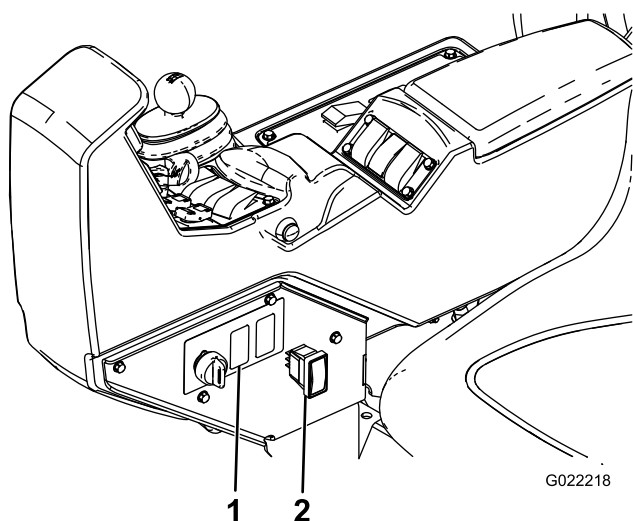

Figure 29
réservoir de rinçage, sur le côté gauche de la console (Figure 29).
4. Retirez l'obturateur sur le côté de la console (Figure 29).
7. En passant par l'ouverture de la console, branchez le connecteur à 8 broches du commutateur à bascule à 3 positions sur le connecteur à 8 douilles du réservoir de rinçage (Figure 29).